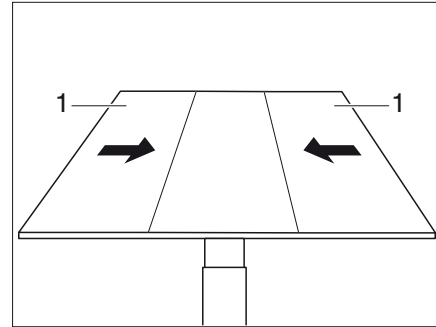

Bild 106 Skjut sidodelarna mot mittendelen
- Skjut bordets ytterdelar (Bild 106,1) mot mittendelen.